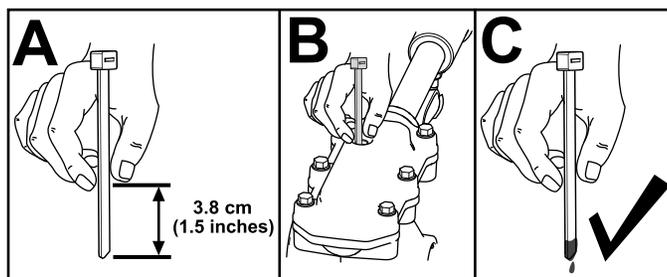

Figure 29
3. Contrôlez le niveau d'huile à l'aide d'un dispositif de mesure adéquat, par exemple un serre-câble propre. Le niveau d'huile doit se situer à environ 3,8 cm en dessous de l'orifice de remplissage (Figure 29).